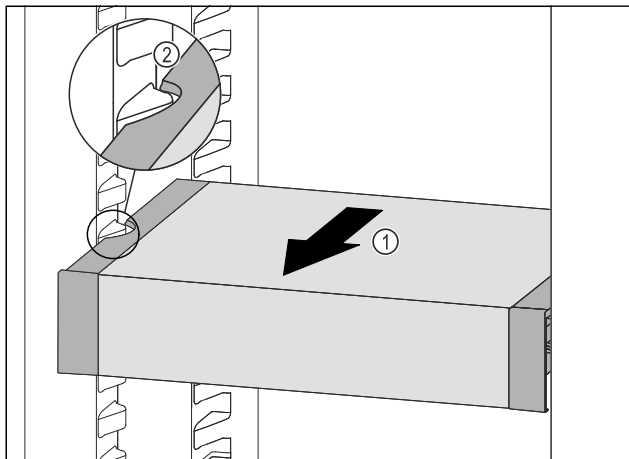

Fig. 113
- ▶ Изтеглете VarioSafe напред Fig. 113 (1), докато страничните прорези на VarioSafe се намират на височината на реброто на съда в хладилната част. Fig. 113 (2)